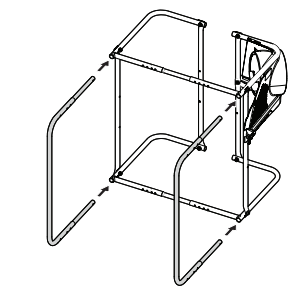

Figura 10
14. Inserte los tubos con forma de u en los montajes de estructuras izquierda y derecha deslizando los tubos de ajuste dentro de los tubos esquineros, como se ilustra en la Figura 10.